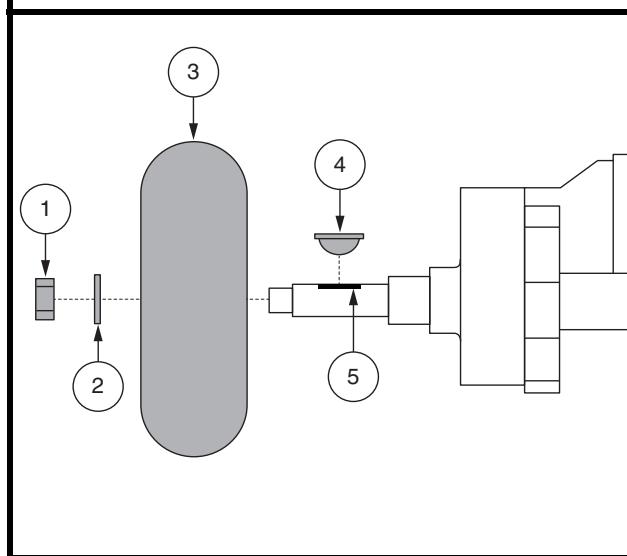

Figura 28. Rimozione di ruote a gomma solida
3. Rimuovere il cappuccio, dado e rondelle dall'assale della ruota. **Vedere figura 28.**